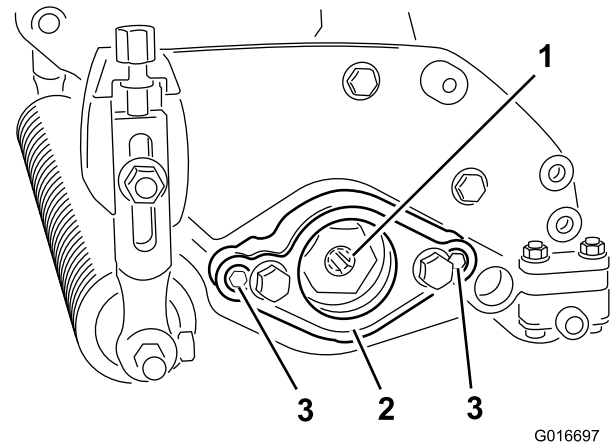

Figura 4
4. Retire el soporte del motor (Figura 4).
5. Aplique grasa a las estrías internas del acoplamiento de tracción (Figura 4).